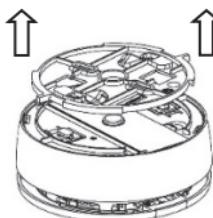

Figura 5
2. Quitar el soporte de montaje de plástico del detector (*ver la Figura 5*).
1. Quitar el soporte de montaje de plástico del detector (*ver la Figura 5*).